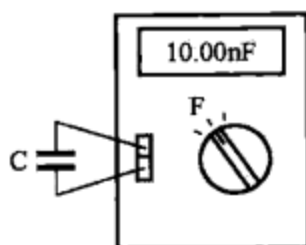

图 1-71
(2) 将被测电容器插入数字万用表上的“C_x”插孔, 如图 1-71 所示, LCD 即显示出被测电容器 C 的容量。如显示“000”(短路)、仅最高位显示“1”(断路)或显示值与电容器上标示值相差很大, 则说明该电容器已损坏。